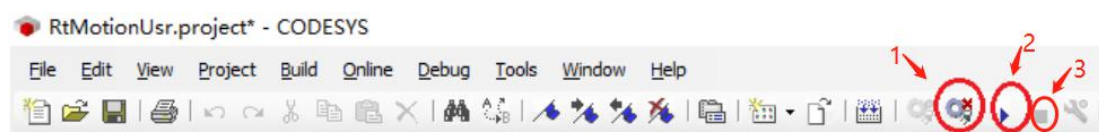

图 2-6-21 CodeSys 下载工程按钮
17、运行程序。登入并下载成功后，显示图 2-6-21 图标（1：退出登录；2：运行；3：停止），点击右箭头即可在运行应用程序（注意：第一次添加硬件需要执行首次程序下载，所以第一次不需要运行，直接退出）：